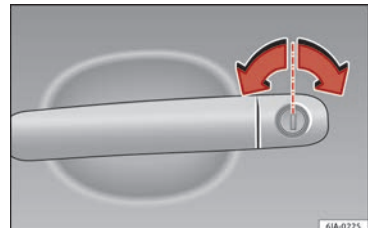

Fig. 3 Manecilla de la puerta del conductor con bombín de cierre.
- Introduzca el espadín en el bombín de cierre y desbloquee o bloquee el vehículo » fig. 3.